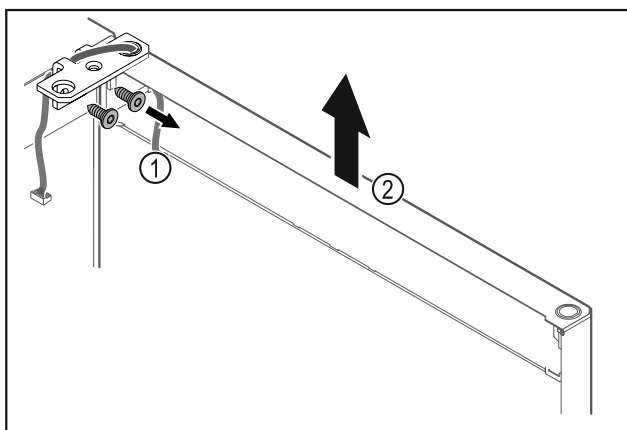

Fig. 18
- ▶ Skruva av gångjärnsfästet Fig. 18 (1).
- ▶ Lyft dörren rakt uppåt med gångjärnsfästet Fig. 18 (2) ca 200 mm och ta av den.